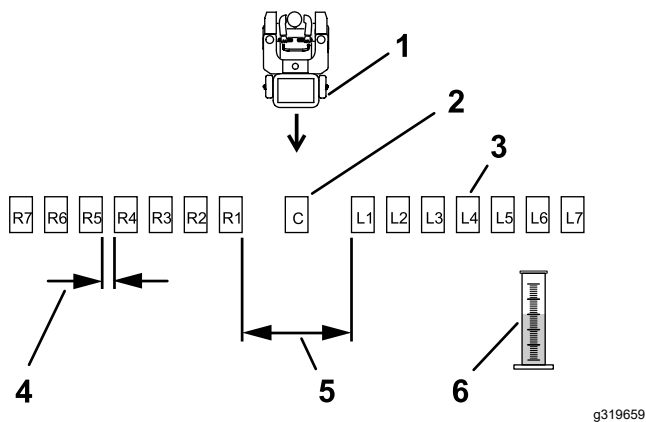
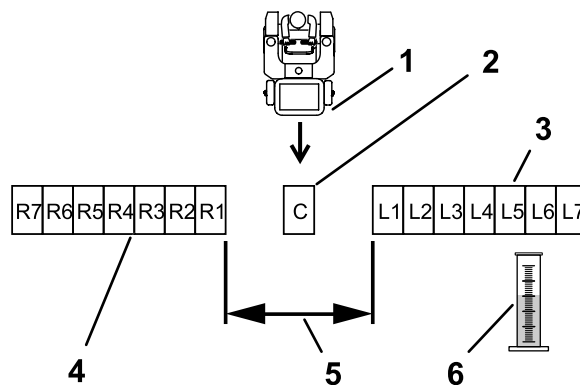

Figura 30
Figura 31
3. Coloque las bandejas restantes en línea recta, como se muestra en la Figura 30 o la Figura 31.
Coloque seis bandejas más en cada lado, con 30 cm (12") entre ellas (ver Figura 30).
Coloque seis bandejas adicionales en cada lado, sin espacio entre las bandejas (Figura 31).
8. Etiquete cada cilindro graduado según la bandeja de recogida correspondiente (L2, L1, Centro, R1, R2...) (consulte Figura 30 y Figura 31).